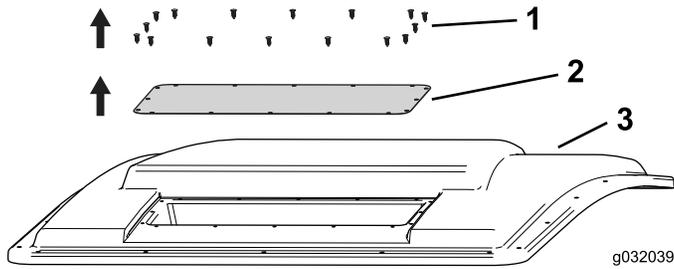

Figura 2
5. Retire y deseche los 16 tapones de plástico que fijan la tapa al techo (Figura 2).